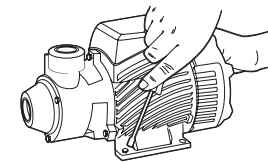

Figura 3.
3. Coloca la Bomba Rotoplas en su lugar y fíjala con tornillos (ver Figura 3).